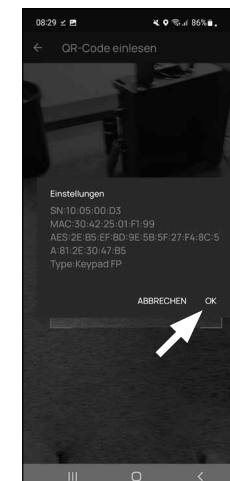

Fig. 9
- 12 Après avoir scanné le code QR apparaît un message avec des données sur votre cylindre : confirmez celles-ci en bas à droite par « OK » (Fig. 9).